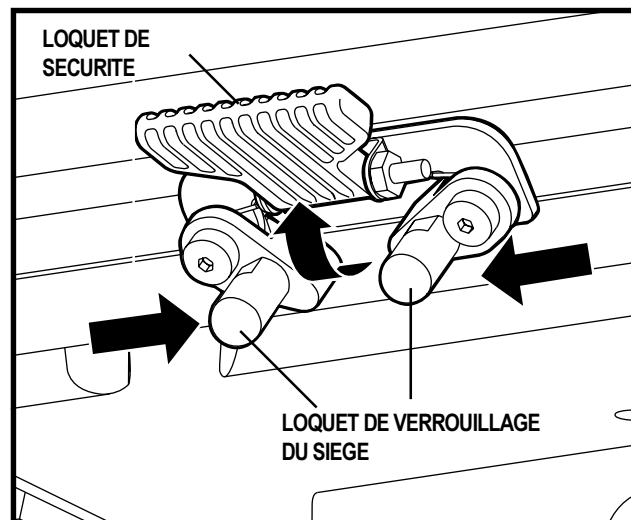

Figure 11. Loquets du siège
5. Comprimez ensemble les deux loquets de siège et soulevez-le pour le dégager du montant avant. Voir la figure 11.